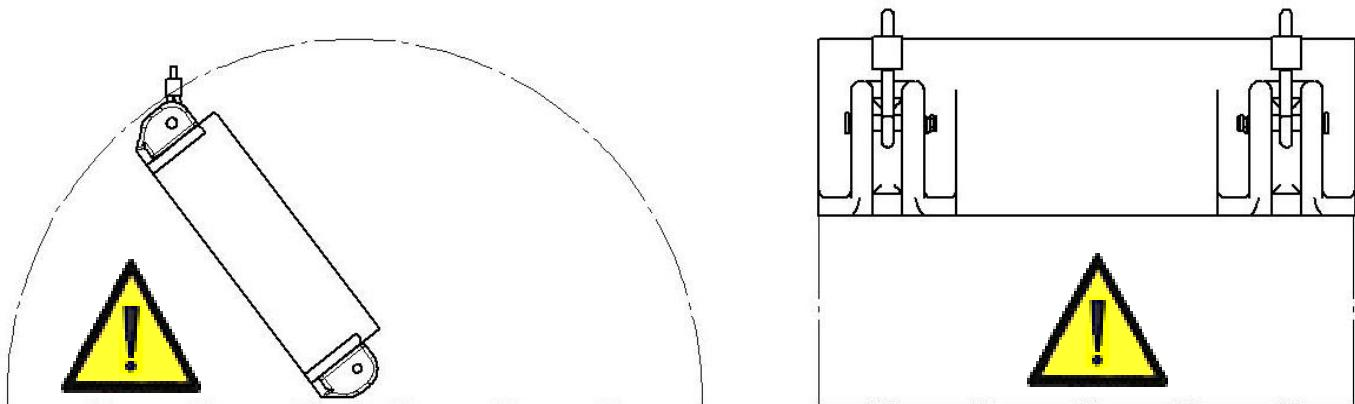

Fig.4
3.9 Non sostare o transitare nelle vicinanze del carico durante le operazioni di sollevamento/movimentazione/ribaltamento (vedi fig.4):